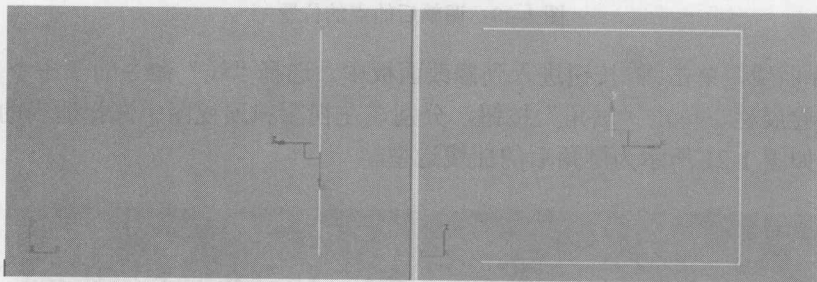

图 1-17 绘制的曲线造型
(1) 选择“文件→重新设置”命令, 重新设置系统。
(2) 制作椅子腿 01, 单击  →  → **线** 按钮, 在左视图中绘制一条曲线, 如图 1-17 所示。